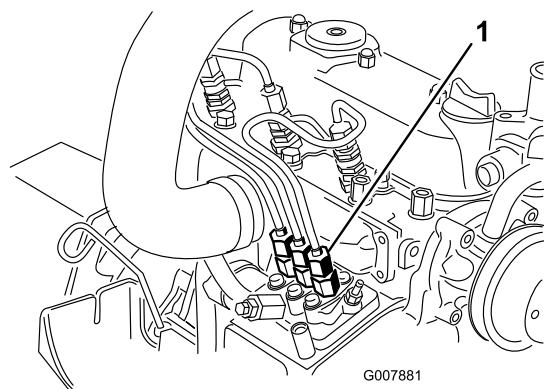

図 46
1. 燃料噴射ポンプから No.1インジェクタノズル（図 46）へのパイプ接続部の下にウェスを当て、パイプの接続をゆるめる。